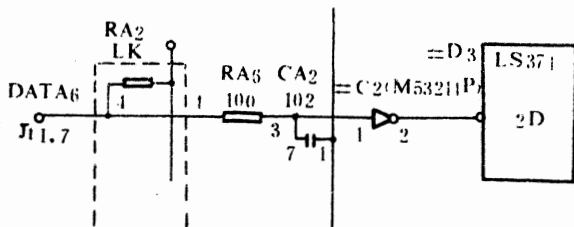

图 2-7 接口板部分电原理图
**故障分析与维修** 用好的同型号打印机取代原打印机，故障消除，说明原打印机有问题。对原打印机进行自检，以判定是主板还是接口板的故障。自检正常，说明问题出在接口板(B534007)上。通过检查发现 J11 的第 7 脚始终是低电平(见图 2-7)。分析线路可知有两种可能，一是电容 CA2 的 7-1 击